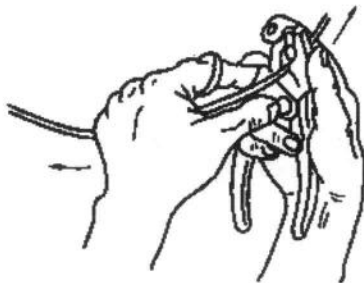

图 1-1-8 钢丝钳剖削塑料硬线绝缘层
(1) 用左手捏住导线，在需剖削线头处，用钢丝钳刀口轻轻切破绝缘层，但不可切伤线芯。
(2) 用左手拉紧导线，右手握住钢丝钳头部用力向外勒去塑料层，如图 1-1-8 所示。